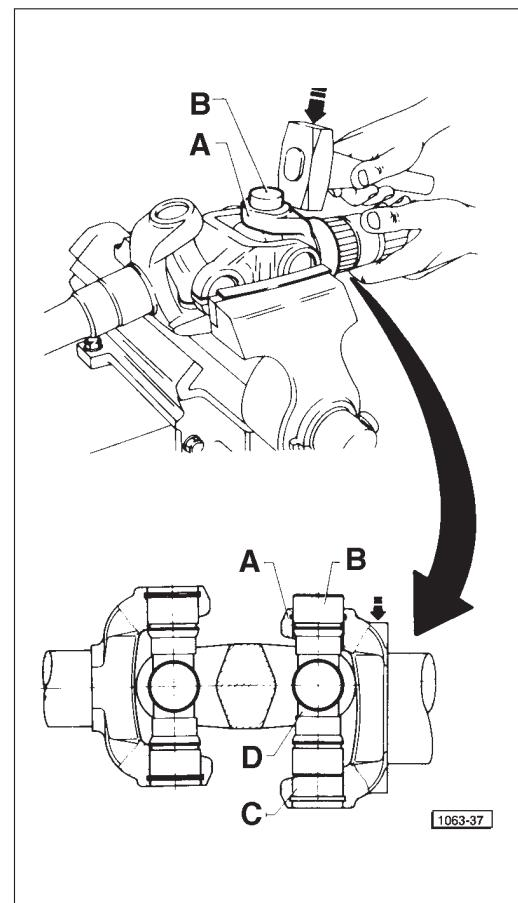

Fig. 16 - Démontage du joint homocinétique du demi-arbre.
- Frapper légèrement avec un marteau l'arbre de roue **A** (voir fig. 16) de manière que le roulement puisse être retiré de la partie haute de son logement sur la fourche **A**. Séparer le croisillon **D** de la fourche.